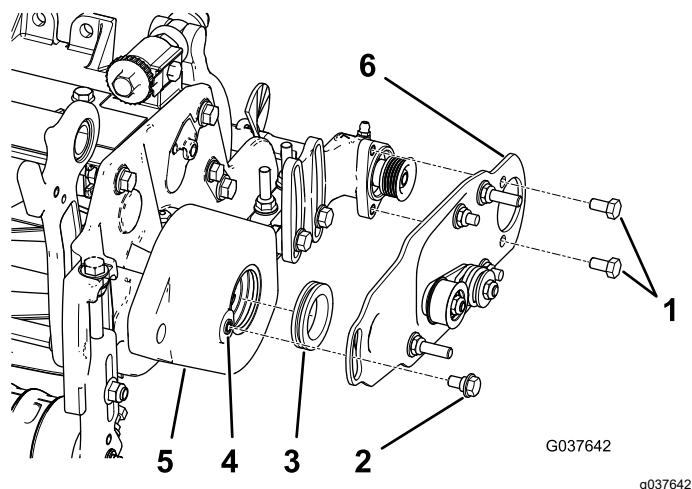

Figura 11
2. Applicate un velo di grasso sul diametro interno del gommino nell'alloggiamento della spazzola per rulli (Figura 11).
3. Montate la piastra della spazzola per rullo di sinistra o destra (Figura 11).
- Applicate il frenafili sui 2 bulloni (5/16" x 1/2") e utilizzateli per montare la piastra della spazzola sull'alloggiamento del cuscinetto della spazzola per rullo (Figura 11).
- Usate una punta 5/16"—18 per rimuovere la vernice dalle filettature nell'alloggiamento della spazzola per rullo prima di avvitare il bullone di spallamento (Figura 11).
- Applicate il frenafili sul bullone di spallamento (Figura 11).
- Con il bullone di spallamento, fissate la piastra della spazzola sull'alloggiamento della spazzola per rullo (Figura 11).